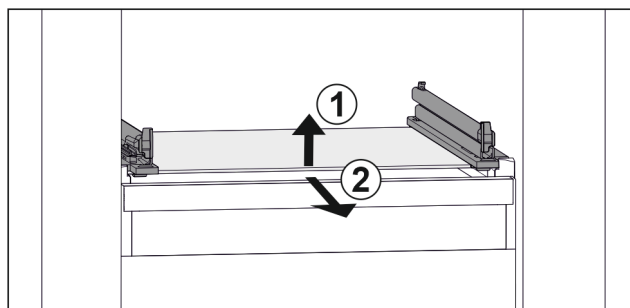

Fig. 41 Exempel på glashylla
- Lyft glashylla framtill. Fig. 41 (1)
- Ta ut glashylla framåt. Fig. 41 (2)